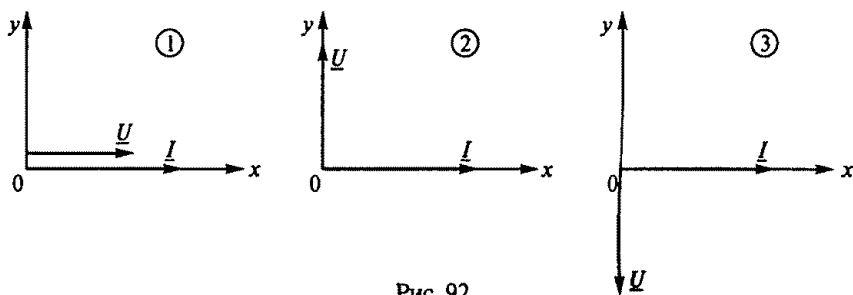

Рис. 92
3.44. Какая из трех представленных на рис. 92 векторных диаграмм соответствует активной нагрузке R ?
3.45. Какая из трех представленных на рис. 92 векторных диаграмм соответствует индуктивной нагрузке x_L ?
3.46. Какая из трех представленных на рис. 92 векторных диаграмм соответствует емкостной нагрузке x_C ?